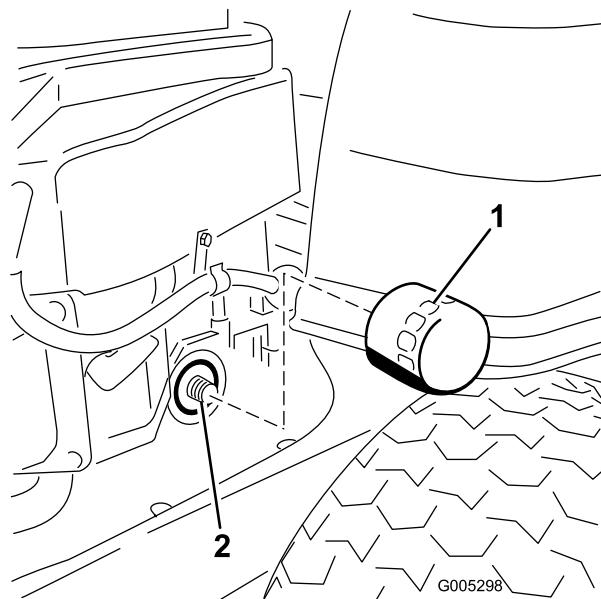

Figure 32
10. Trouvez l'emplacement du filtre à huile du côté droit du moteur. Déposez le filtre à huile usagé et essuyez l'adaptateur du filtre à l'aide d'un chiffon propre (Figure 32).
12. Posez le filtre à huile de recharge sur l'adaptateur. Tournez le filtre dans le sens horaire jusqu'à ce que le joint soit en appui contre le socle, puis donnez de 3/4 à 1 tour supplémentaire (Figure 32). Essuyez l'excédent d'huile sur le châssis.